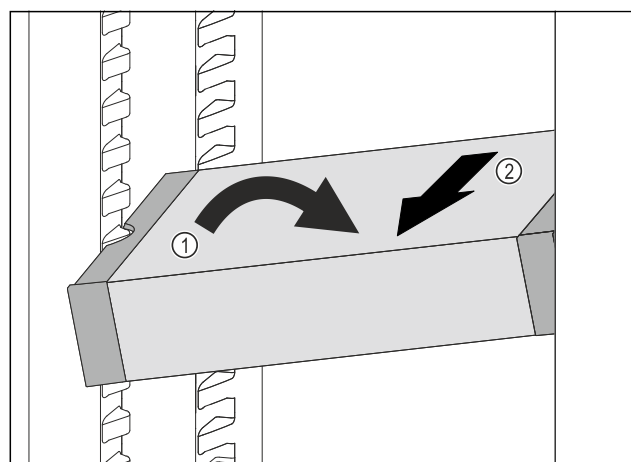

Fig. 133
- ▶ 在冷藏区中倾斜 VarioSafe。Fig. 133 (1)
- ▶ 向前取出 VarioSafe。Fig. 133 (2)